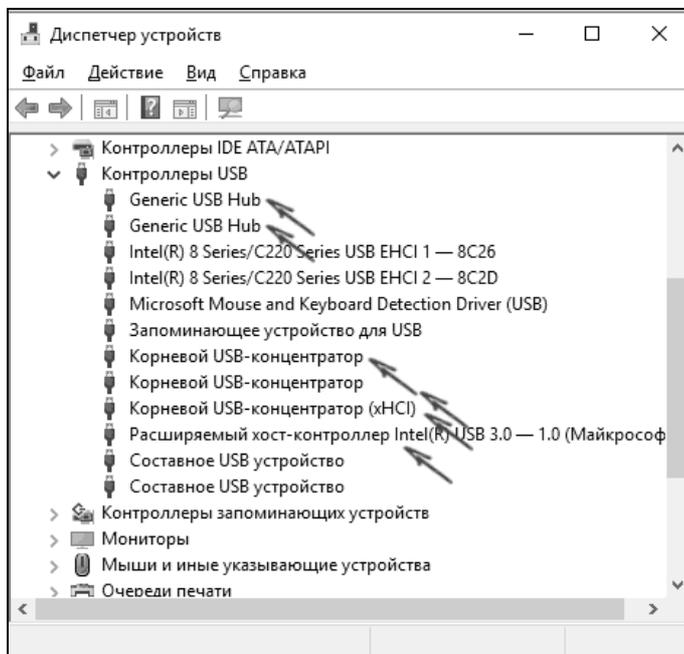

Рисунок 25
- открыть раздел "Контроллеры USB" (рисунок 25);